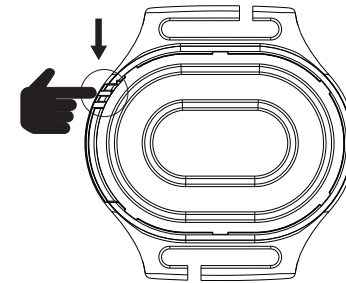
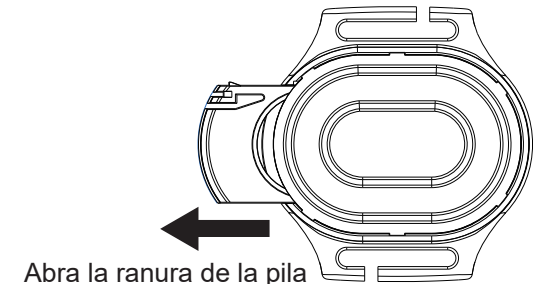

Figura 1
Figura 2
2. Si el mando a distancia necesita cambiar la pila, pulse el botón de bloqueo como se muestra en la figura 1 y, a continuación, abra la ranura de la pila como se muestra en la figura 2 para cambiar la pila. Se recomienda utilizar pilas CR2025.